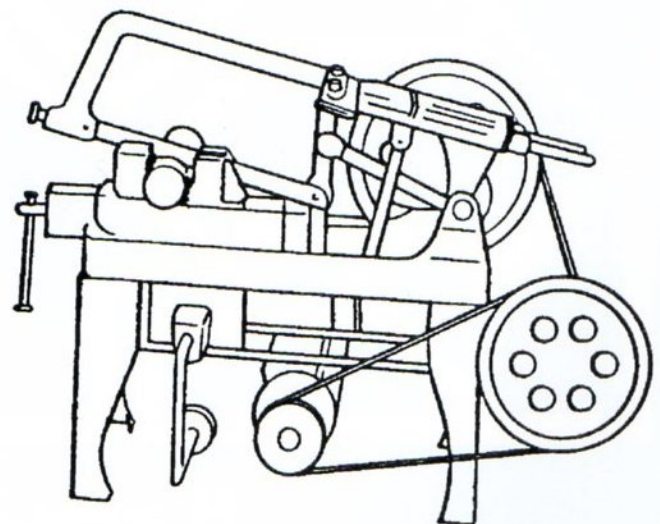

Abb. 1 Maschinenbügelsäge
2) Maschinenbügelsägen wie diejenige, die in Abb. 1 gezeigt ist, werden in vielen Werkstätten verwendet. Bei ihnen wird ein Kurbel- und Schiebermechanismus verwendet, um die Eingabe einer Drehbewegung von einem Elektromotor in eine Hin- und Herbewegung des Sägeblattes umzuwandeln. Wenn die Länge der Kurbel 60 mm beträgt, wie weit bewegt sich dann das Blatt?